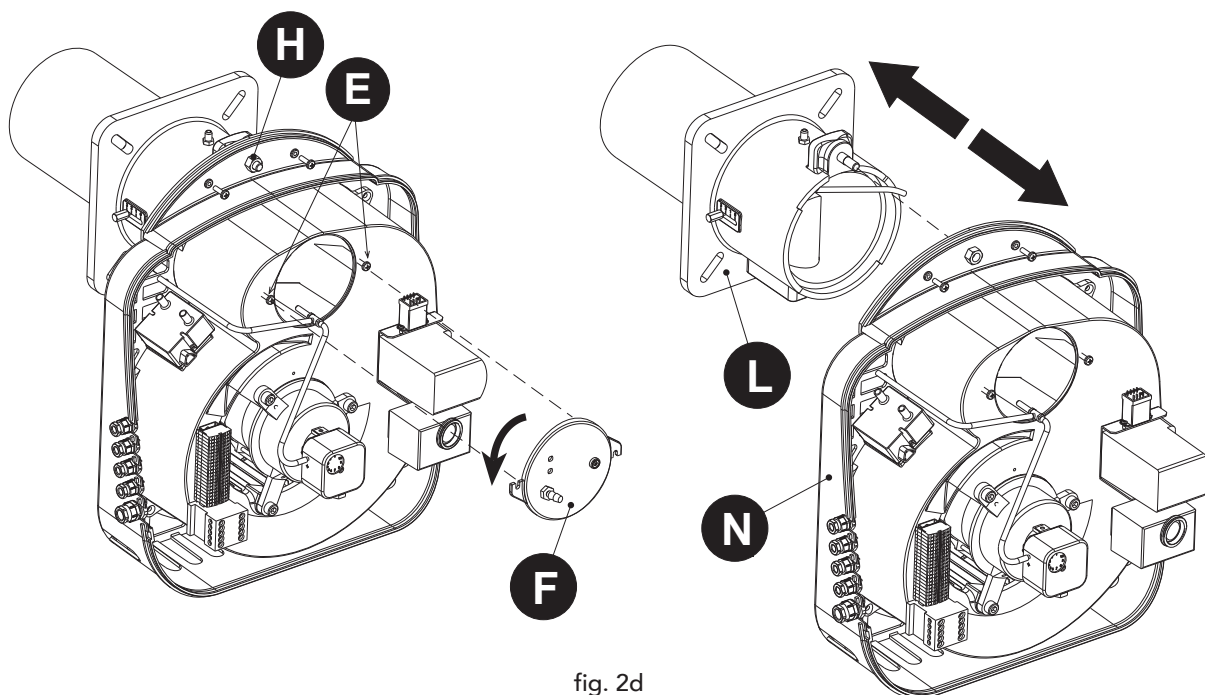

fig. 2d
- 3) Allentare le viti "E". Ruotare e togliere il coperchio "F". Svitare il dado "H" e staccare il corpo bruciatore "N" dalla flangia/boccaglio "L" (fig. 2d).